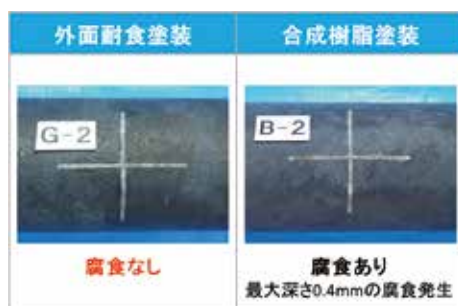

図 32 海成粘土での埋設試験(5年間埋設)
- ②腐食性の極めて高い海成粘土(ANSI 評価点19点)に5年間埋設された管の状況を図32に示す。管には傷を付けて埋設している。合成樹脂塗装の管では傷部に最大腐食深さ0.4mmの腐食が発生したが、外面耐食塗装管では傷部にも腐食はなかった。